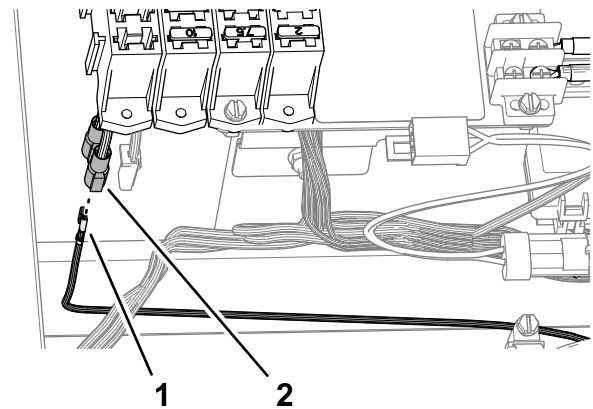

Figure 20
3. Branchez le connecteur pour cosse plate isolé étiqueté OPTIONS POWER du porte-fusibles sur la cosse plate étiquetée HORN POWER du faisceau du kit (Figure 20).